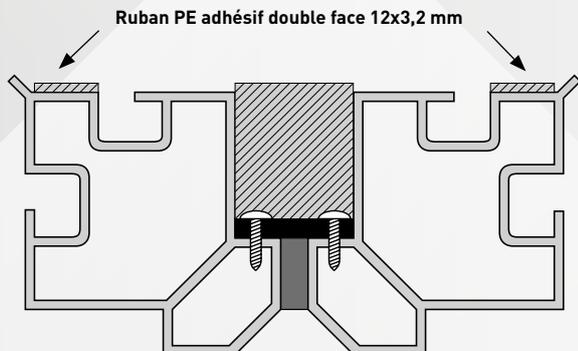

Figure 13 Isoler la jonction
- Appliquez la bande PE adhésive double face tout autour, le long des bords biseautés sur les montants d'angle (voir figure 13).